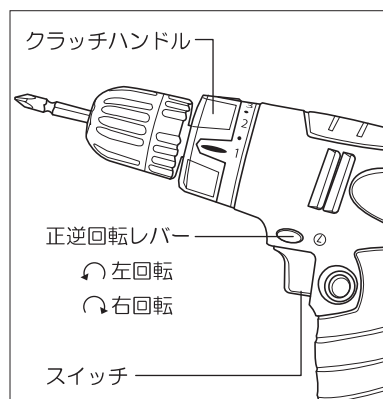

図3
- 目盛の①はトルクが弱く、⑧はトルクが強くなります。作業に合わせて調整してご使用ください。(図3参照)
- 正逆回転レバーを左にすると回転は右回りをし、レバーを右にすると回転は左回りになります。(図3参照)